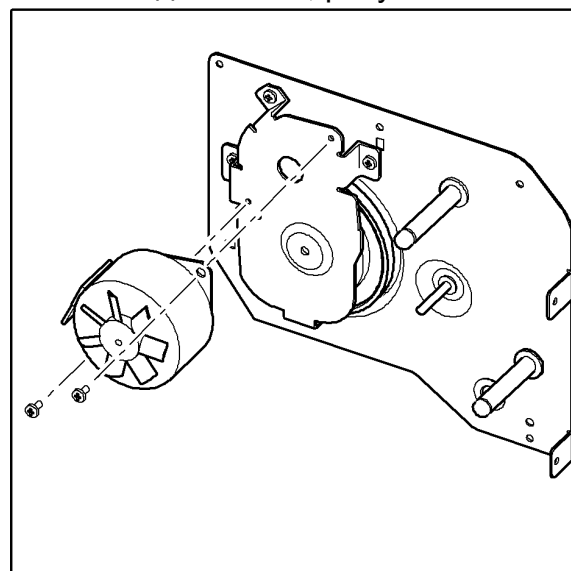

Рисунок 5
8. Выкрутите 2 винта, затем снимите главный двигатель, рисунок 5.